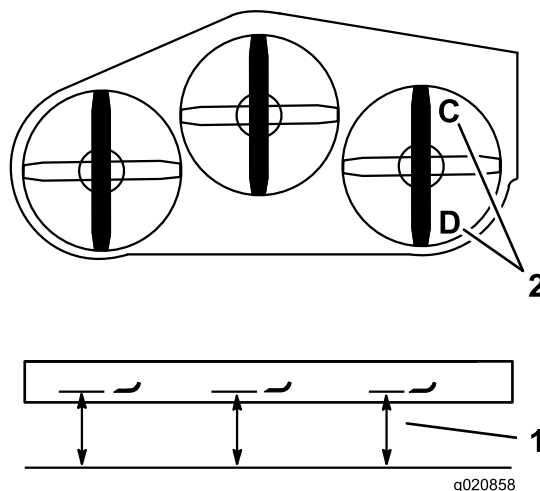

Figura 83
1. Coloque la cuchilla derecha en posición longitudinal (Figura 83).
2. Mida la cuchilla derecha en la posición **C** desde una superficie nivelada hasta el filo de corte de la punta de la cuchilla, y anote esta medida (Figura 83).
3. Mida la cuchilla derecha en la posición **D** desde una superficie nivelada hasta el filo de corte de la punta de la cuchilla, y anote esta medida (Figura 83).
Nota: La cuchilla del cortacésped debe estar entre 6 y 10 mm más baja en la posición **C** que en la posición **D** (Figura 83). Si no es correcta la distancia, continúe con los pasos siguientes.
- Coloque la cuchilla derecha en posición longitudinal (Figura 83).